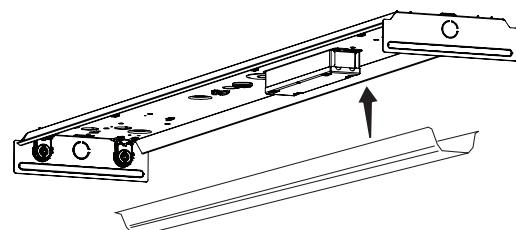

Fig. 6
- 6** Replace wireway cover under tabs in fixture body. Make sure no wiring is pinched between cover and body (Fig. 6).
Replacer le couvercle de la goulotte guide-fils sous les pattes du corps de l'appareil. S'assurer qu'aucun câble n'est coincé entre le couvercle et le corps de l'appareil (Fig. 6).
Vuelva a colocar la tapa que cubre el cableado de la lámpara. Verifique que ningún cable quede atrapado entre la tapa y el cuerpo de la lámpara (Fig. 6).